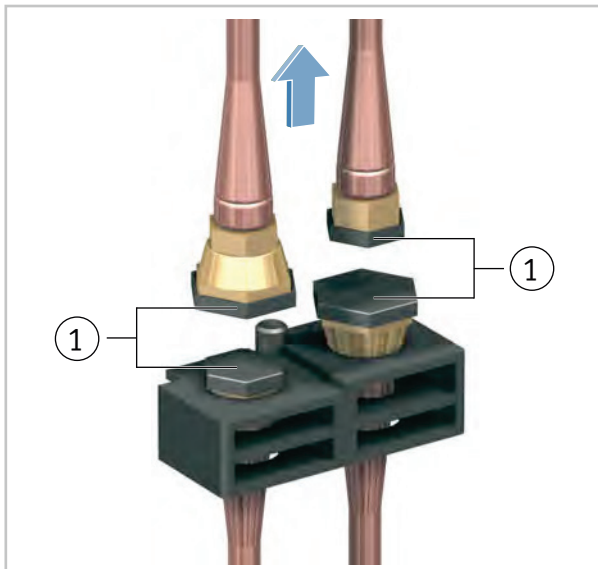

Abb. 16: Schutzkappen aufschrauben
13. ➤ Schrauben Sie die im Lieferumfang enthaltenen Schutzkappen auf die 4 Kupplungshälften (Abb. 16).